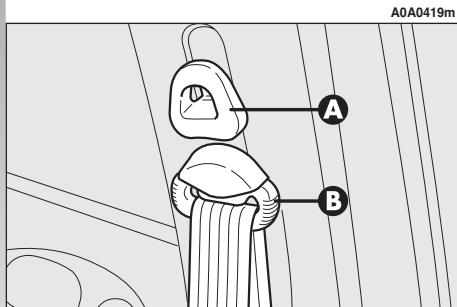

fig. 43
Per compiere la regolazione alzare o abbassare l'impugnatura (**A-fig. 43**) del meccanismo di bloccaggio, spostando contemporaneamente l'anello oscillante (**B**) nella più idonea delle posizioni consentite.
*Dopo la regolazione, verificare sempre che il cursore a cui è fissato l'anello (B-fig. 43) sia bloccato in una delle posizioni predisposte. Esercitare pertanto, con impugnatura (A-fig. 43) rilasciata, un'ulteriore spinta verso il basso per consentire lo scatto del dispositivo di ancoraggio qualora il rilascio non fosse avvenuto in corrispondenza di una delle posizioni stabilite.*